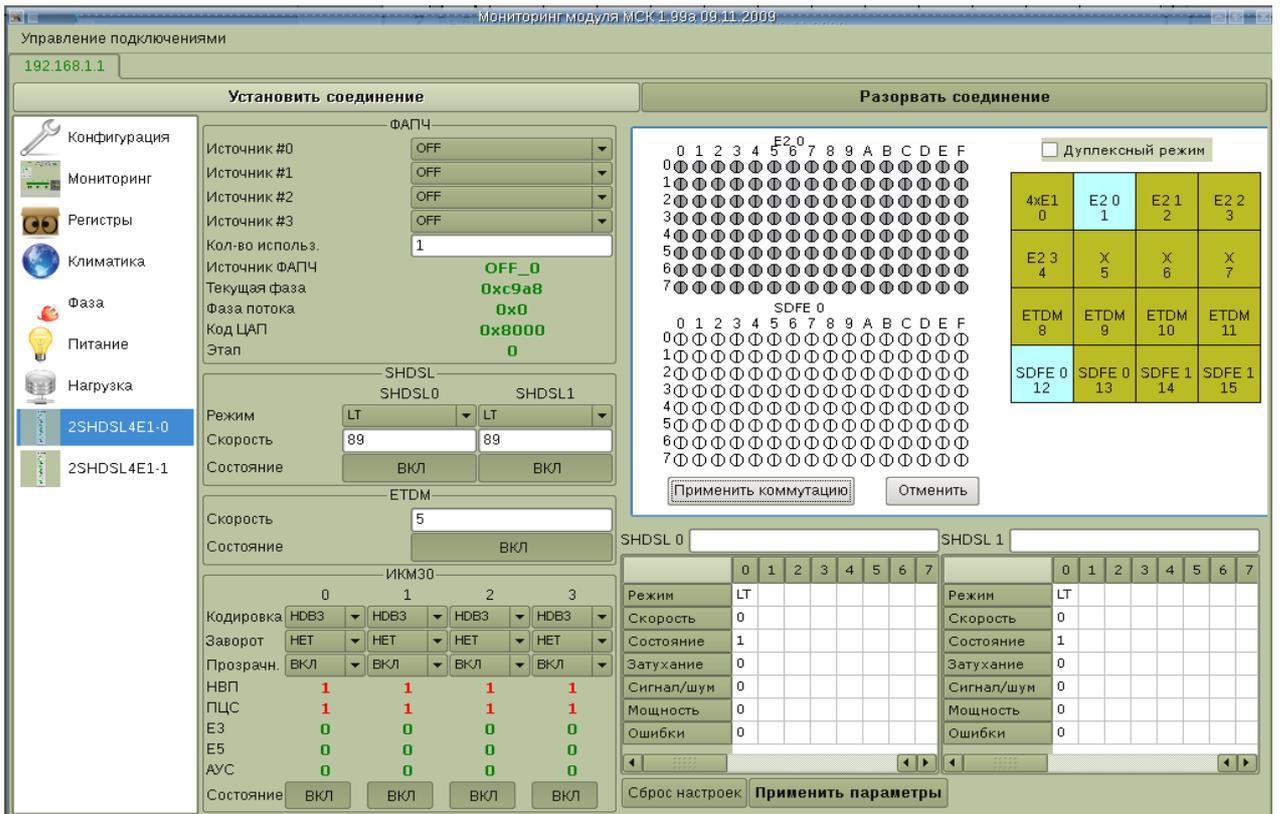

Рисунок 38: Окно 2SHDSL-4E1-Eth
6. Выделите все тайм - слоты одного элемента коммутации, которые хотите скомутировать. Так как мы хотим скомутировать E2 поток, который состоит из 128 тайм-слотов, нам необходимо выделить все поле коммутации, принадлежащее элементу коммутации «E2 0». Для чего нажмите и удерживайте нажатой левую клавишу мыши в правом нижнем углу таблицы коммутации в стороне от окружностей изображающих тайм - слоты и проведите мышью до левого верхнего угла таблицы коммутации. Отпустите клавишу при этом все кружки приобретут серый цвет (Рис.38).